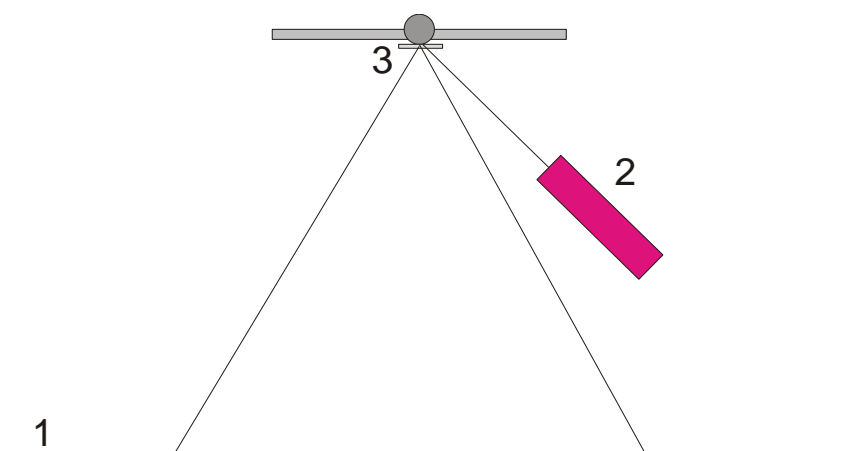

Fig. 5 Struttura dell'indicatore luminoso per la regolazione del punto zero (1 parete, 2 laser, 3 specchio)
- Montare la bilancia di torsione su un tavolo da lavoro stabile a ca. 2 – 3 m di fronte a una parete piatta e collegarla al computer (vedere Fig. 5).